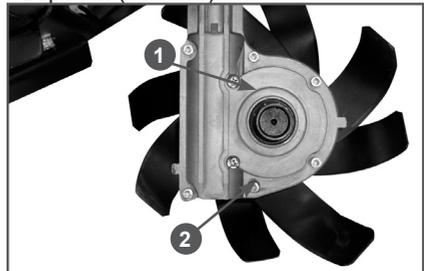

Рис. 12 Заправка масла в корпус редуктора
3. Открутите пробку 1 контрольного отверстия (Рис. 12).
- С помощью специального шприца или масленки через контрольное отверстие 1 заливайте в корпус редуктора масло до тех пор, пока оно не начнет вытекать из контрольного отверстия 1 (Рис. 12).
- Закрутите на место пробку 1 контрольного отверстия (Рис. 12).